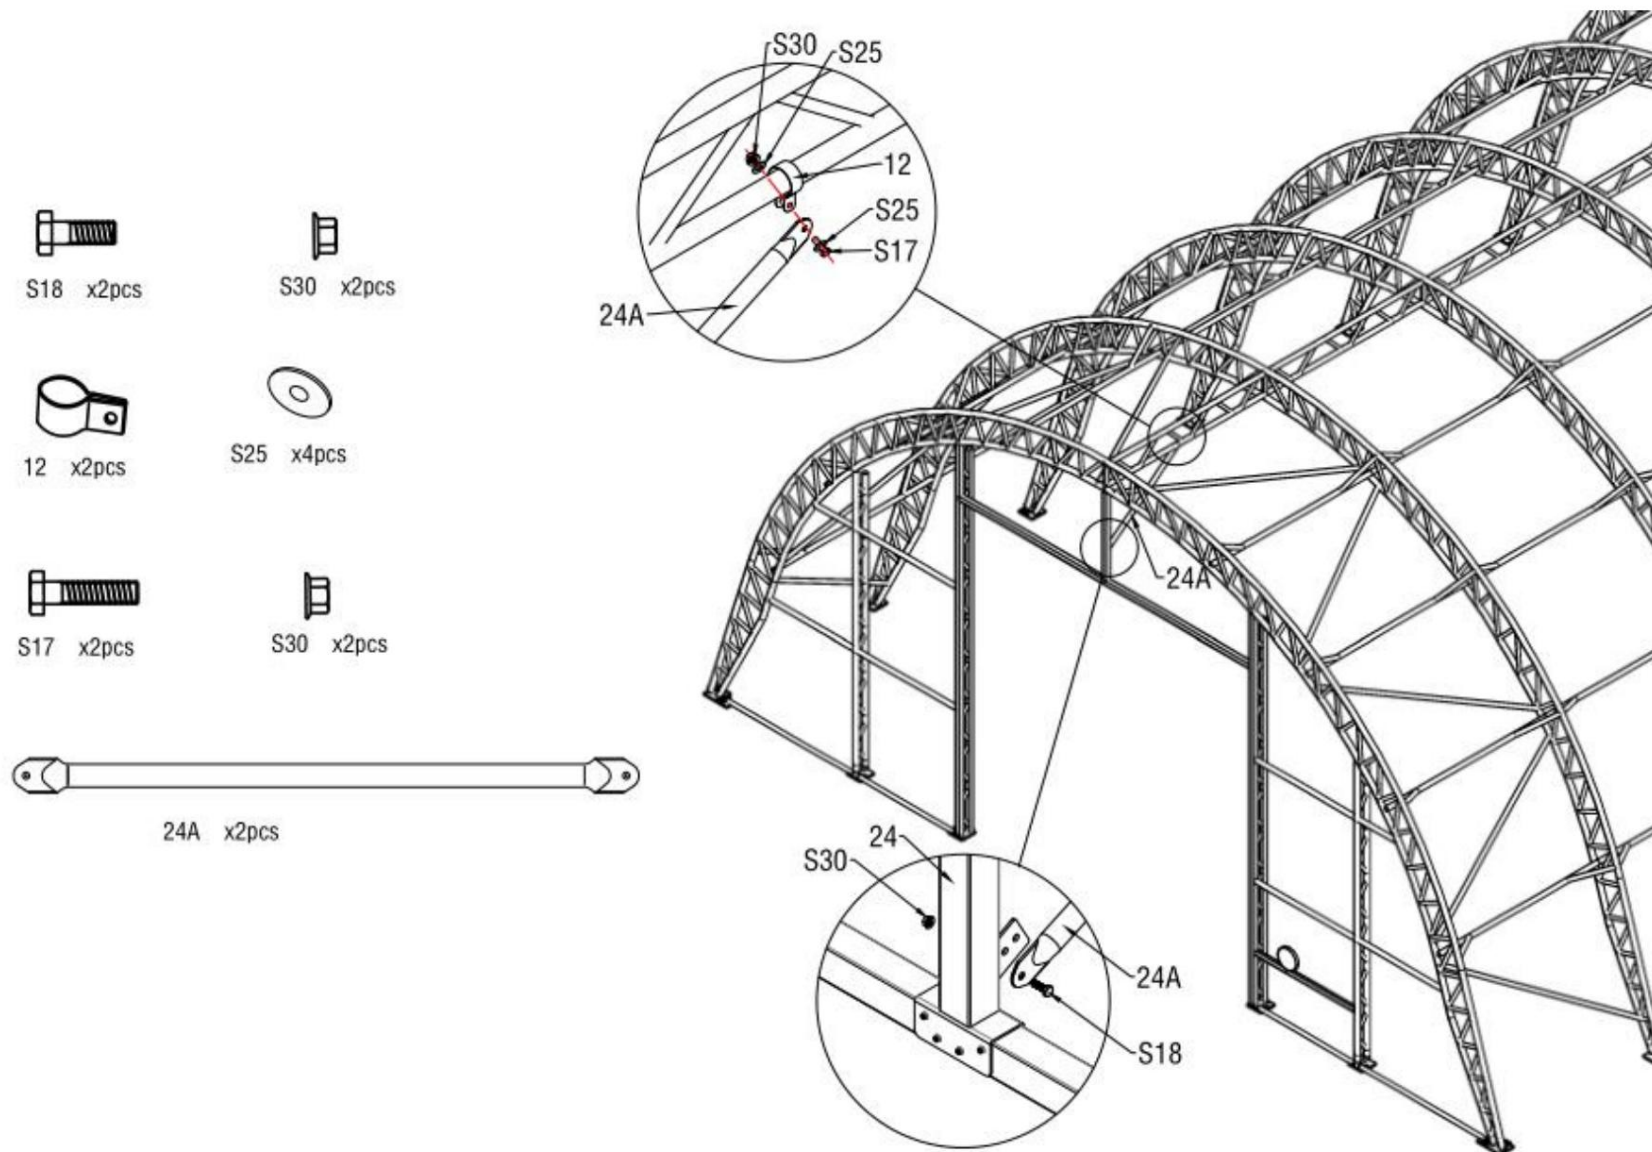

Figure 15
2. Fixez les clips (n° 12) sur les pannes à double ferme (n° 8) et installez le tube de support diagonal pour poutre de porte (n° 24A) sur les clips comme sur la figure 15 spectacles. Veuillez connecter le tube de support diagonal pour poutre de porte (n° 24A) entre le cadre de porte et les pannes à double ferme (n° 8) à l'aide de vis M10x30 (n° S18) et de vis M10x50 (n° S17) avec une rondelle plate M10 (n° S25).